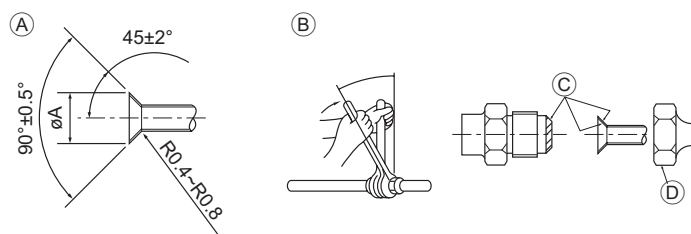

Рис. 4-1
4.1. Соединение труб (Рис. 4-1)